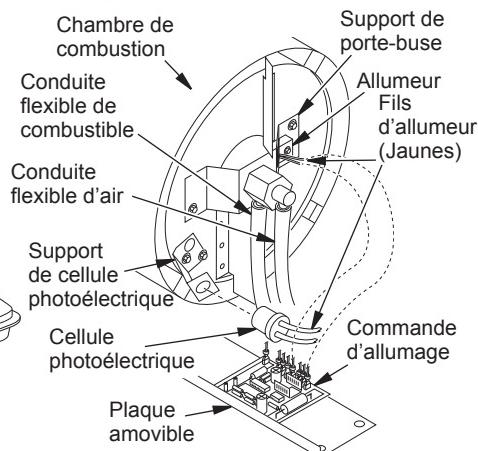

Figure 17 - Débranchement des fils de l'allumeur de la commande d'allumage
4. Débranchez les fils de l'allumeur (jaunes) de la commande d'allumage (voir Figure 17). Tirez les fils de l'allumeur vers le haut par le trou du boîtier.
5. Débranchez les conduites flexibles de combustible et d'air. Enlevez la cellule photoélectrique de son support (voir Figure 17).
- Ramenez les fils de l'allumeur vers le bas par le trou du boîtier. Branchez les fils à la commande d'allumage (voir Figure 17).